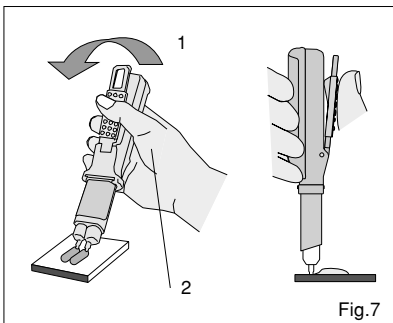

Fig.7
- b) Pendant que vous abaissez le levier de distribution, égaliser et couper la quantité de matériau extraite de l'embout de la cartouche en positionnant la cartouche et le distributeur en position verticale sur le bloc de mélange. (Fig.7)
- b) Mentre si preme la leva, stendere e staccare il materiale estruso portando la cartuccia e il dispenser in posizione verticale sul blocco di miscelazione. (Fig.7)
b) Mientras presione la palanca, nivele e interrumpa el material que sale de las puntas del cartucho moviendo el cartucho y el aplicador a una posición vertical sobre el bloque de mezclas. (Fig.7)
b) Tijdens indrukken van de hefboom, maakt u het ge-extrudeerde materiaal gelijk en snijdt u het af door de cartridge en dispenser op het mengblokje in een opwaartse richting te bewegen. (Fig.7)